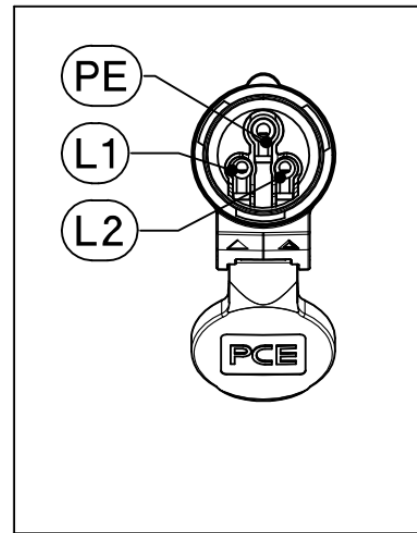

Fig.6
- Connectez les 2 phases aux bornes marquées L1, L2 (Fig. 6) pour les moteurs monophasés. (PLUG BLEU)